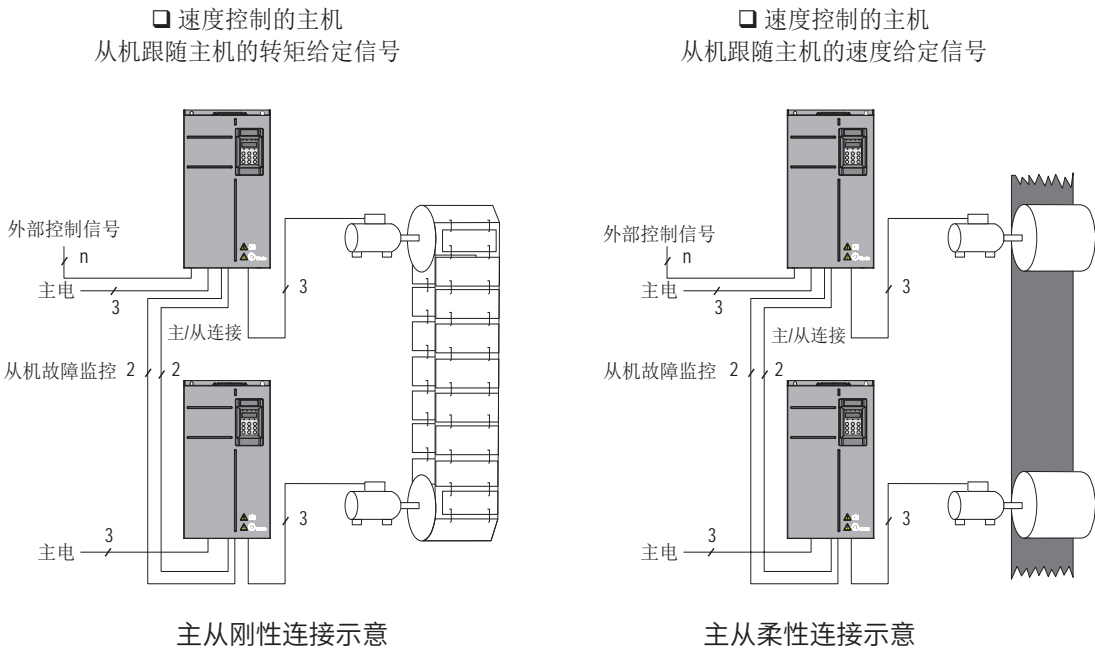

图 6-52 主从连接示意图
- 当主机和从机的电机轴通过齿轮、链条等进行刚性连接时，从机应该采用转矩控制模式，以使传动单元之间不存在速度差异。（请参见图 6-52）
- 当主机和从机的电机轴采用柔性连接时，从机应该采用速度控制模式，因为传动单元之间允许存在微小的速度差异。当主机和从机都为速度控制时，一般要使用下垂率。（请参见图 6-52）